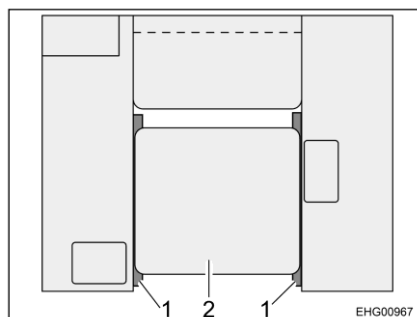

Fig. 66 Costellazione di mobili di dinette posteriore
- Abbassare il tavolo, fino a che il piano del tavolo (Fig. 66,2) arriva ad appoggiare sui listelli di appoggio (Fig. 66,1) dei due divani laterali (potrebbe essere necessario togliere anche i cuscini dei divani).